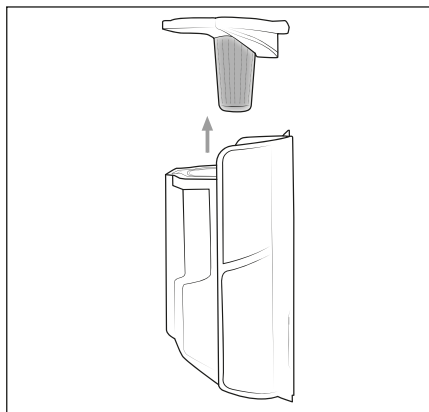

Fig. 16
- 3) Retirez le filtre en acier inoxydable **6** du bac à poussière **7**, en saisissant l'ouverture du filtre en acier inoxydable **6** et en le sortant du bac à poussière **7** (voir fig. 16).